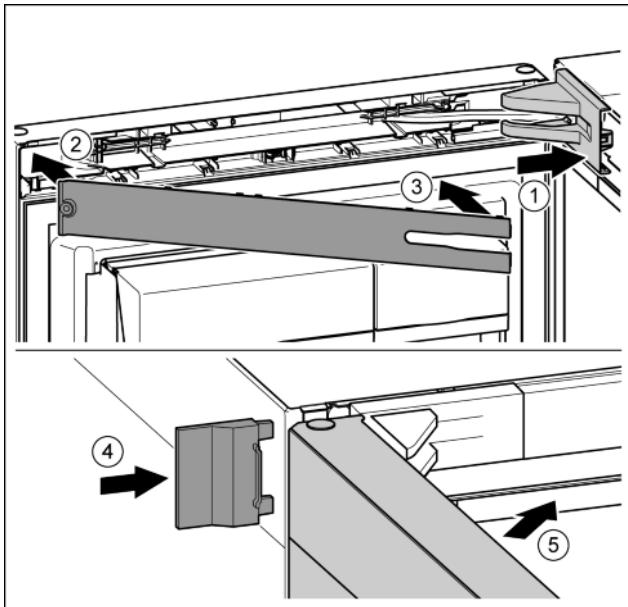

Fig. 43
- Крышку опорного кронштейна установить и зафиксировать, при необходимости, осторожно разжать. Fig. 43 (1)
- Установить накладку. Fig. 43 (2)
- Наклонить и защелкнуть накладку. Fig. 43 (3)
- Надвинуть внешнюю крышку. Fig. 43 (4)
- Закройте верхнюю дверь. Fig. 43 (5)